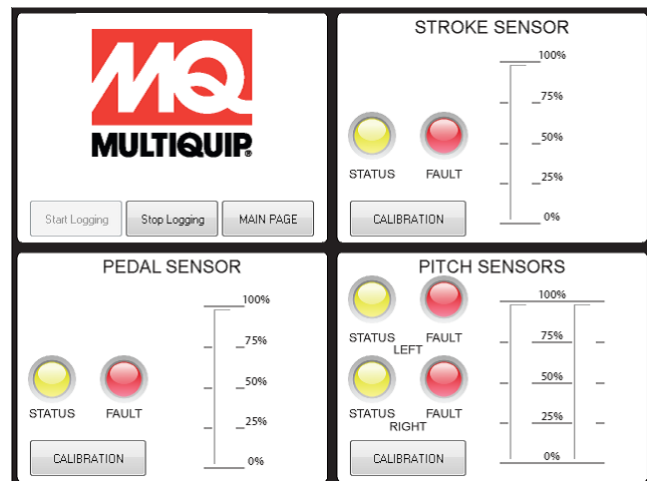

Figure 41. Étalonnage du capteur de pas
3. Cliquez sur le bouton « Calibration » dans la section Capteurs de hauteur (Figure 41).